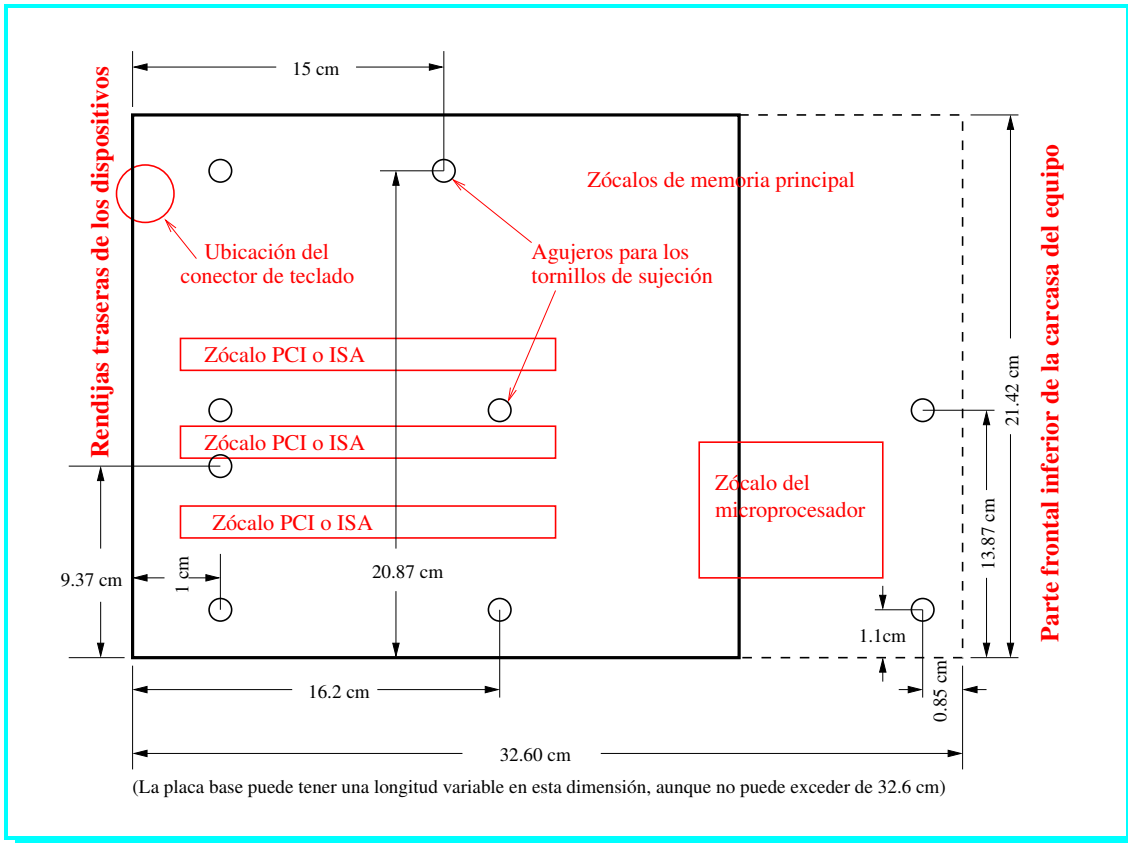

FIGURA 19.1: Placa base con formato baby-AT: Dimensiones en centímetros y localización de los huecos de los tornillos para su fijación a la carcasa.
**pág. 93** ➔ **dimensiones** ➔ **pág. 95** ➔ La figura 19.1 muestra sus dimensiones así como la localización de los diferentes tornillos de sujeción a la carcasa. En la mitad superior de la foto 19.1 podemos apreciar dos modelos de placas base de quinta generación contrastados con sus homólogos ATX que luego veremos. Allí se aprecia cómo la dimensión horizontal (según se instala la placa base en su carcasa) es variable en longitud, siendo el valor de 32.6 centímetros dado en su especificación una cota máxima que podemos reducir a nuestro antojo. Cuando este valor se acorta de forma notable, se dice que la placa base adopta un formato mini-AT, aunque sigue recogida rigurosamente en el estándar baby-AT. En ese caso, la placa base se alejará del frontal de la carcasa, ya que las distancias a la parte trasera del equipo deben ser fijas para permitir salir a todas las tarjetas hacia el exterior al margen del zócalo en el que se inserten.
Para apreciar las diferencias entre ambas, podemos comparar el croquis de sus dimensiones (figura 19.3) con el correspondiente formato AT (figura 19.1), o sus respectivos modelos comerciales en la foto 19.1. Incluso si se quiere tener una referencia con respecto a su integración en la carcasa del PC, puede uno consultar las figuras 22.5 y 22.4, respectivamente.